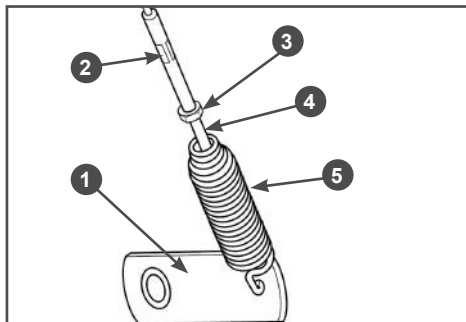

Рис. 9 Регулировка длины тросов включения хода и шнека
- Отрегулируйте длину тросов включения шнеков и включения хода. Для примера, на Рис. 9 показан механизм регулировки троса включения шнеков. При полностью нажатом рычаге включения шнеков пружина 5 долж-
на быть растянута на 0,5 - 1 см (Рис. 9). Для регулировки длины троса ослабьте затяжку контргайки 3, вкрутите в муфту 2 или, при необходимости, выкрутите из муфты регулировочный винт 4 (Рис. 9). После окончательной регулировки затяните контргайку 3. Регулировка длины троса включения хода производится таким же образом.